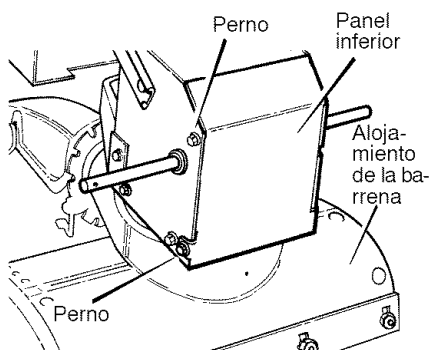

Figura 74
2. Afloje los **pernos** a cada lado del **panel inferior** (Figura 74).
18. Instale el **panel inferior** (Figura 74).
13. Instale el **panel inferior** (Figura 74).